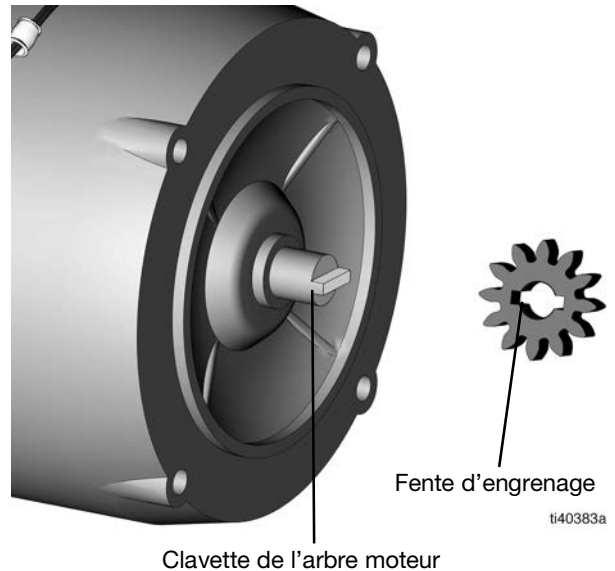
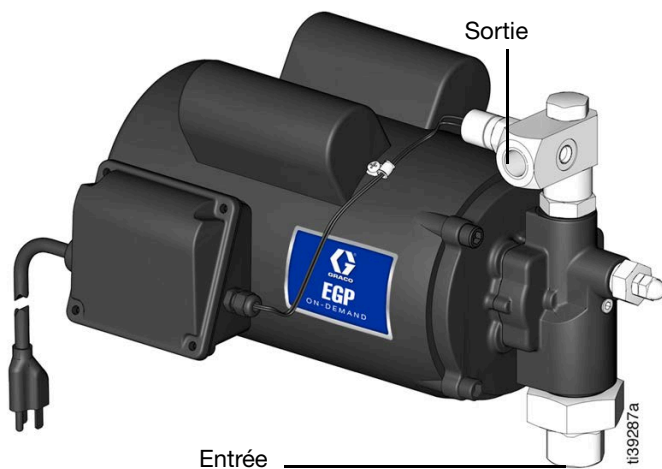

FIG. 31
FIG. 33
- Mettez l'ensemble du boîtier de pompe sur le moteur. La clavette de l'arbre du moteur doit correspondre à la fente de l'engrenage sur le couvercle intérieur. La sortie de la pompe doit être orientée vers le haut et la boîte à bornes doit être centrée entre la sortie et l'entrée de la pompe (FIG. 31 et FIG. 33).